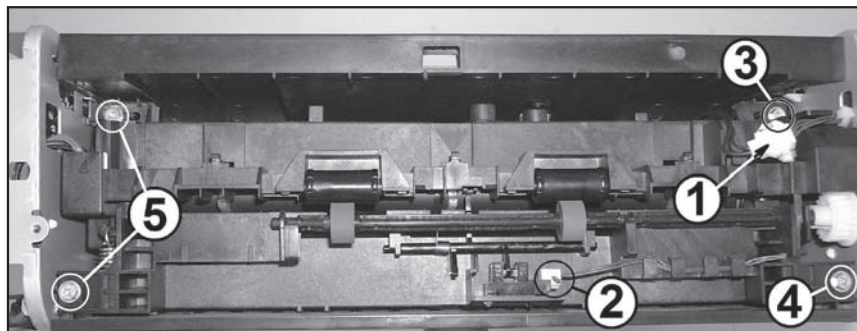

Рис. 7
При отсутствии прохождения одного из сигналов HDMI проверяют наличие напряжений и сигналов на соответствующих контактах разъемов CN4-CN6 (см. рис. 7) и подачу информа-
тыре самореза крепления узла термозакрепления к корпусу — два с правой (3 и 4 на рис. 7) и два с левой (5) сторон узла. Запоминают местоположение узла термозакрепления, аккуратно отводят от себя и прижимают к правой боковой стойке жгуты подключения термистора и датчика выхода бумаги. Перемещают узел термозакрепления вверх и снимают его с принтера.